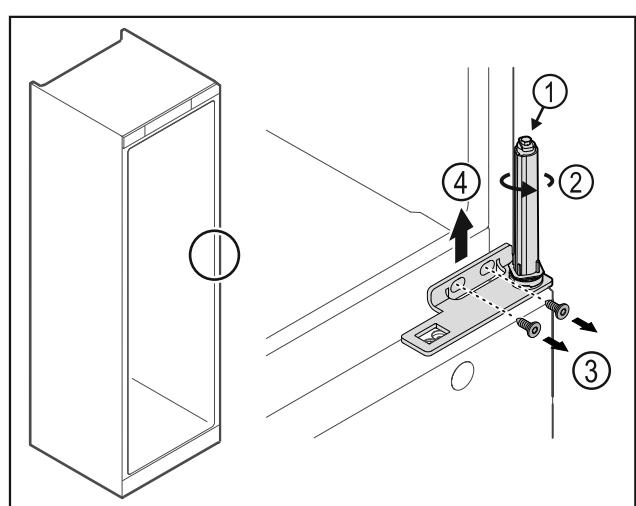

Fig. 32
- ▶ Не разглеждайте затварящата система на вратата Fig. 32 (1).
- ▶ Върнете затварящата система Fig. 32 (2), докато тя щракне.
- Разхлабете винтовете Fig. 32 (3), свалете ъгъла на пантата нагоре Fig. 32 (4).